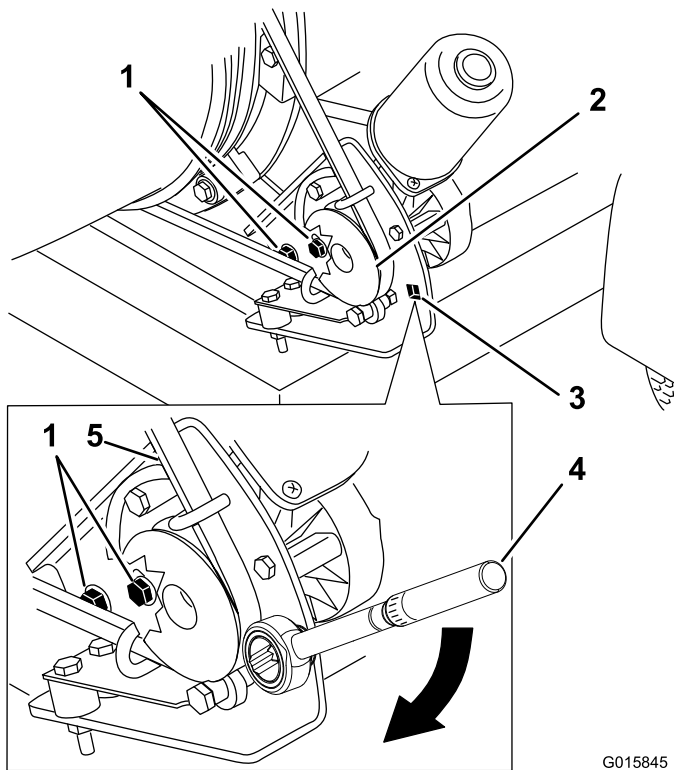

Bild 28
1. Lockern Sie die Schrauben, mit denen die Befestigungshalterung der Riemenscheibe am Bläserrahmen befestigt ist (Bild 28).
2. Platzieren Sie einen Drehmomentschlüssel in der Riemenscheibenbefestigungshalterung (Bild 28).
3. Drehen Sie die Riemenscheibenbefestigungshalterung von der Düse weg, bis der Drehmomentschlüssel 22,6-26,0 Nm anzeigt (Bild 28).